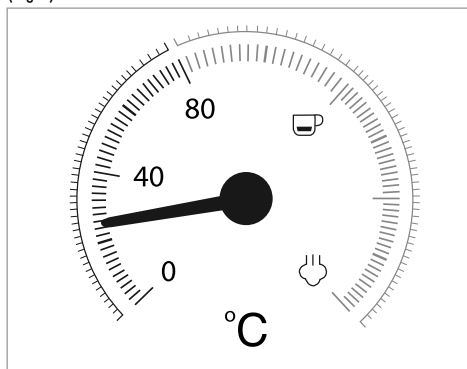

Fig. 1
Ekrani i temperaturës (2) tregon se sa e nxehtë ka qenë pajisja (Fig.1).